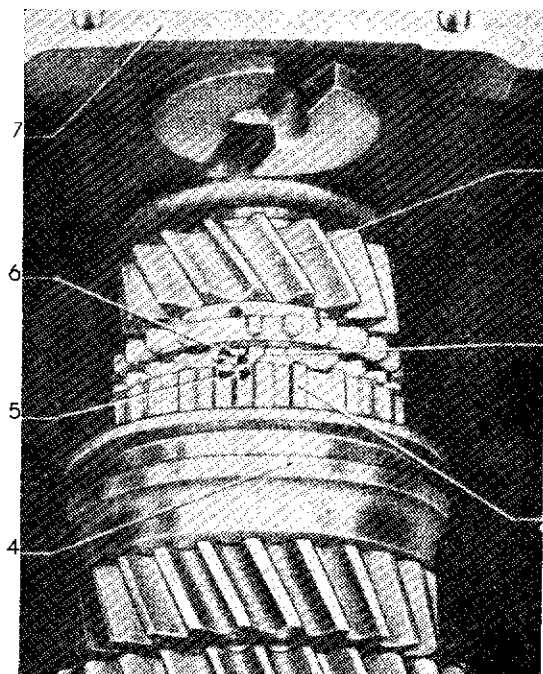

Fig. 38. — Repérage de l'anneau de synchro
- Repérer la position de l'anneau de synchro de 3^e (voir fig. 38) et le moyeu de synchro, afin de pouvoir les remonter facilement dans la même position.